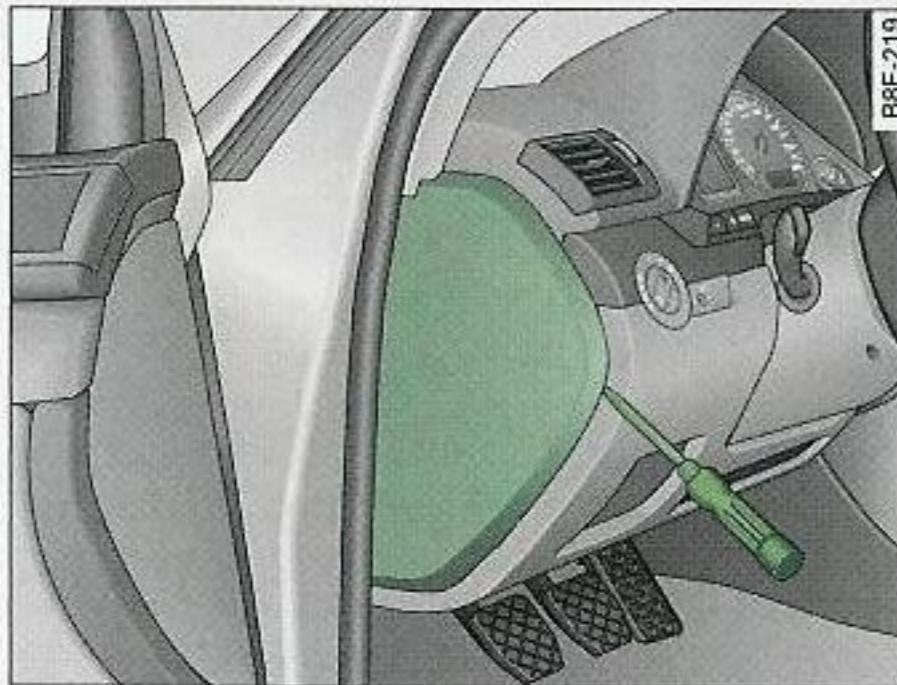

Fig. 262 Panel lateral izquierdo del tablero de instrumentos: Tapa de los fusibles
- Utilice un destornillador para abrir la tapa de los fusibles ⇒ fig. 262.